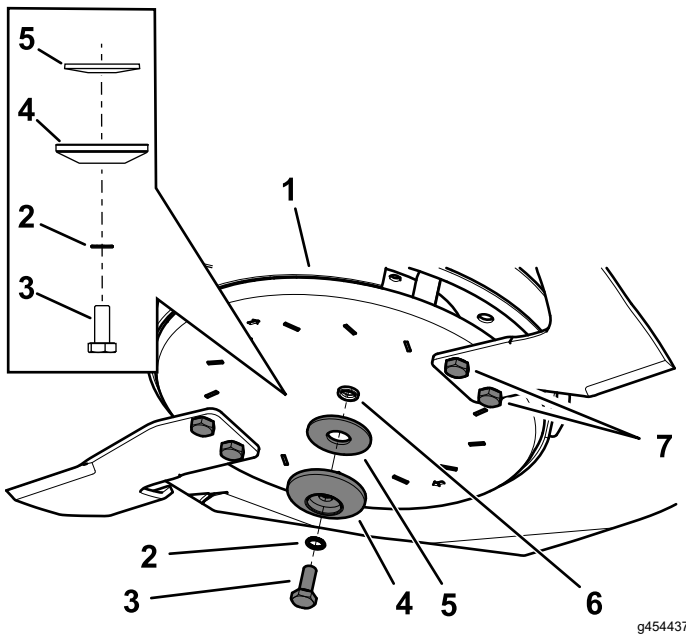

Bild 111
2. Befestigen Sie das seitliche Messer mit der vorher entfernten Scheibenschraube, der Rippenscheibe, dem Messerhalter und der Wellenscheibe (**Bild 111**).